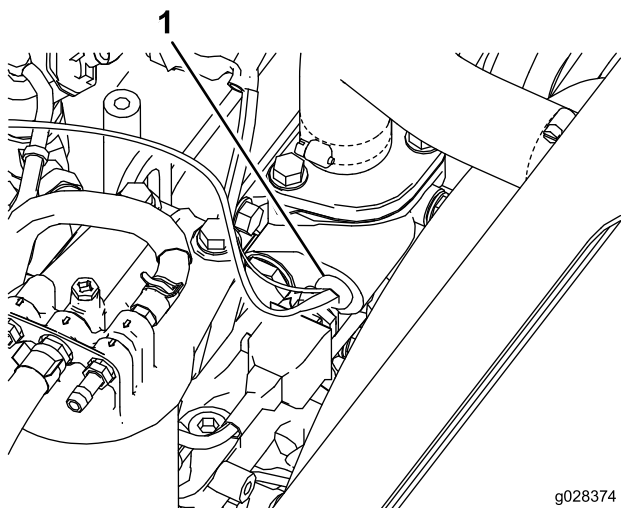

Рисунок 20
2. Отсоедините провода и снимите тепловой переключатель с левой стороны корпуса термостата двигателя (Рисунок 20).